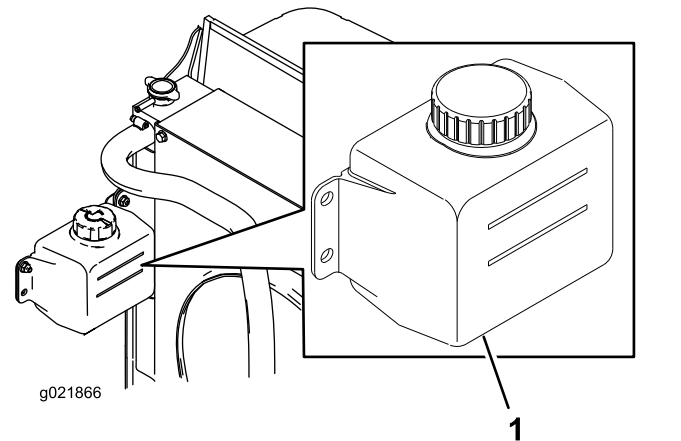

Figure 68
1. Vérifiez le niveau du liquide de refroidissement dans le vase d'expansion (Figure 68).